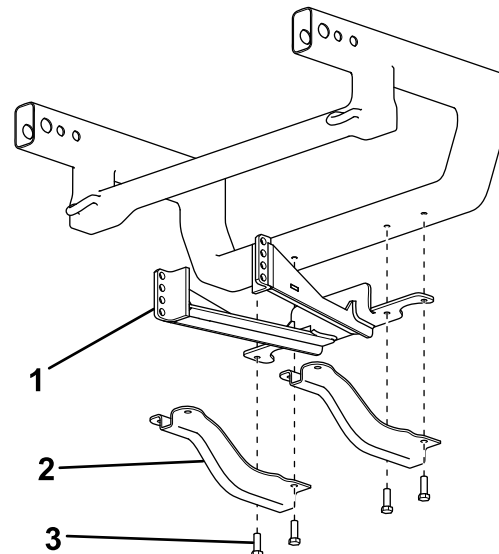

Figura 1
3. Alinee los taladros de la parte trasera del soporte en ángulo con los taladros del travesaño del vehículo (Figura 1).
5. Sujete los soportes de la chapa de protección y del soporte en ángulo usando los pernos existentes que retiró anteriormente (Figura 1).